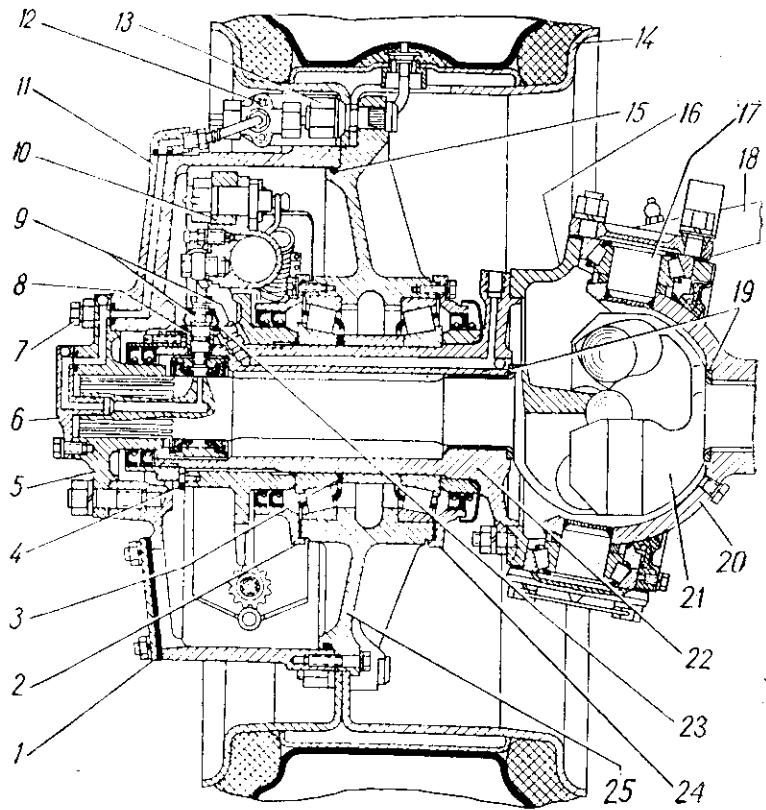
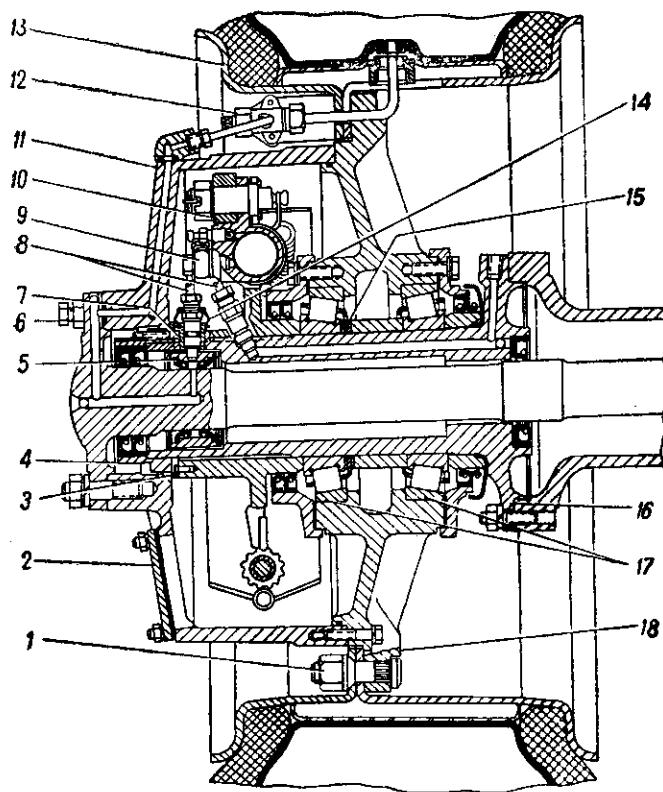

Рис. 40. Ступица переднего моста в сборе с колесом и тормозным механизмом:
Рис. 41. Ступица заднего моста в сборе с колесом и тормозным механизмом:
Устройство поворотного кулака переднего моста показано на рис. 40. К кожуху полуоси на шильках крепится шаровая опора 20. На шкворнях шаровой опоры установлен корпус 16 поворотного кулака, к которому крепится цапфа 22.
Регулировка подшипников ступицы переднего колеса производится регулировочными прокладками 3 (см. рис. 40), а заднего — прокладками 15 (рис. 41), расположенными между внутренним кольцом наружного подшипника и распорной втулкой.
- выньте шплинт, выверните стопорный винт и отверните гайку крепления подшипников. Снимите стопорную шайбу 4 (см. рис. 40);